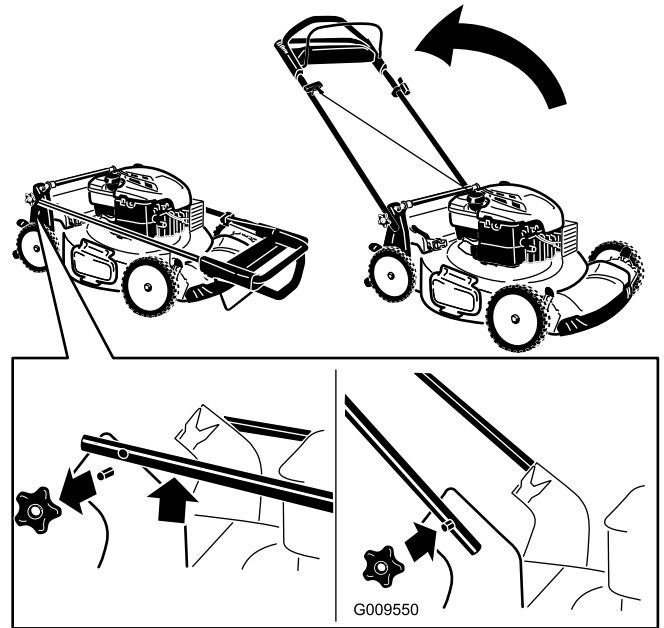

Figura 4
3. Instale y apriete los pomos del manillar que retiró en el paso 1 (Figura 4)
1. Retire los pomos del manillar de la carcasa del cortacésped (Figura 4).